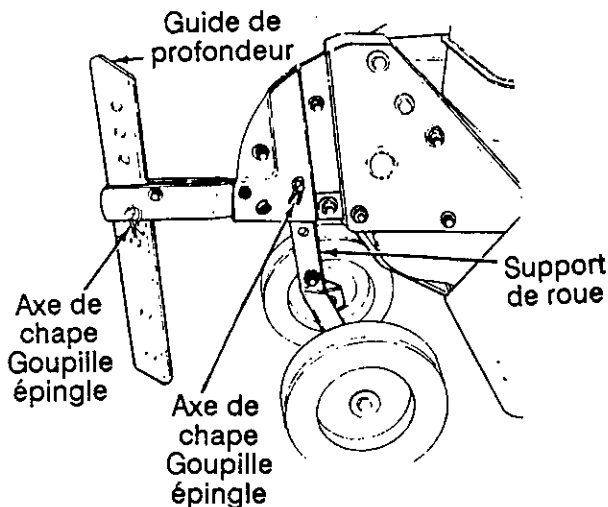

FIGURE 7
Pour l'expédition, les roues sont réglées pour que la machine soit de niveau. Au fur et à mesure que les dents pénètrent dans la terre et que l'avant du motoculteur s'abaisse, les roues doivent être relevées pour mettre la machine de niveau. Ceci est essentiel au bon fonctionnement du moteur. Pour effectuer ce réglage, enlevez l'axe de chape et la goupille épingle de la fourche des roues, relevez les roues à la hauteur voulue et remettez l'axe de chape et la goupille épingle en place. Voir la figure 7.
- Réglage du guide de profondeur:** Il joue le rôle d'un frein et contrôle la profondeur et la vitesse de travail de la machine. Enlevez l'axe de chape et la goupille épingle pour relever ou abaisser le guide de profondeur. Voir la figure 7. La vitesse de déplacement du motoculteur baisse quand on augmente la profondeur de travail. Quand